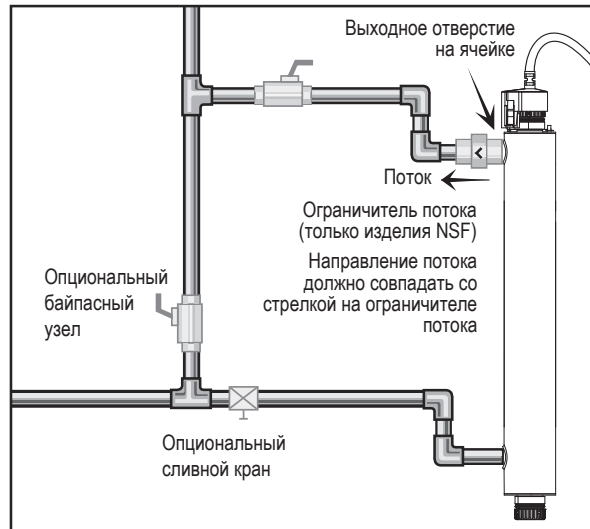

Рисунок 5 Ограничитель потока
- Прикрепите систему к стене с помощью хомутов из комплекта поставки. Для подключения источника воды к системе могут использоваться различные способы, но рекомендуется использовать соединительные муфты. Использование устройства ограничения потока поможет поддерживать номинальный расход изготовителей. Ограничитель потока необходимо устанавливать на выходном отверстии и только в одном направлении. Убедитесь, что поток воды соответствует направлению, указанному на ограничителе потока. См. Рисунок 5.